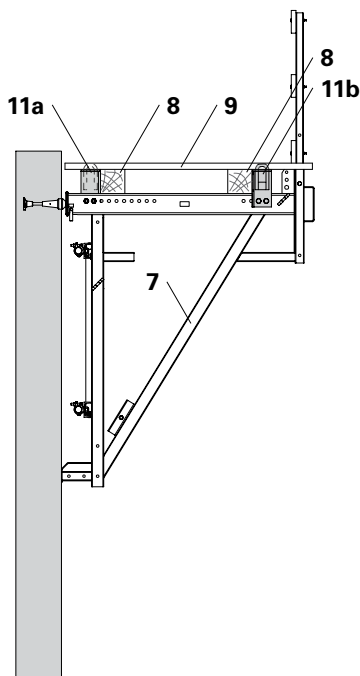

Fig. 14
Avvitare i travetti squadrati alle piastre ad angolo (3) degli angolari CB 160 con due viti per legno (8.1) ciascuna. (Fig. 14 + 14a)